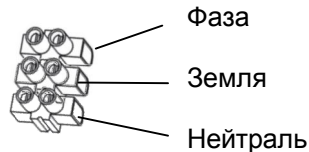

Рис.2
- 5.3. Подключение к стационарной сети напряжением 220 В осуществляется трехжильным кабелем питания стационарной проводки через трехклеммную винтовую колодку (фаза / земля / нейтраль), расположенную на задней стенке правого торцевого блока (рис.2). Сечение жил кабеля не более 6 мм^2 .
- 6.5. Подключить жилы кабеля питания стационарной проводки 220 В (фаза / земля / нейтраль) к трехклеммной колодке, расположенной на задней стенке правого торцевого блока, в соответствии со схемой подключения рис.2.
- 6.6. Установить облучатель в выбранном месте на стене. Совместить петли навесные облучателя (рис.2) с установленными дюбелями и шурупами.
- Установить облучатель на место, предварительно подсоединив жилы кабеля питания стационарной проводки к клеммной колодке (рис.2), расположенной на задней стенке правого торцевого блока, в соответствии со схемой подключения.
- Снять облучатель со стены, предварительно отсоединив жилы кабеля питания стационарной проводки от клеммной колодки, расположенной на задней стороне правого торцевого блока (рис.2).
- Установить облучатель на место, предварительно подсоединив жилы кабеля питания стационарной проводки к клеммной колодке (рис.2), расположенной на задней стенке правого торцевого блока в соответствии со схемой подключения.
- Снять облучатель со стены, предварительно отсоединив жилы кабеля питания стационарной проводки от клеммной колодки, расположенной на задней стенке правого торцевого блока (рис.2).